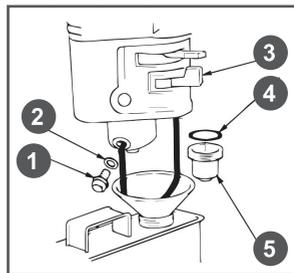

Рис. 31 Обслуживание фильтра-отстойника
1. Установите рычаг топливного крана 3 (Рис. 31) в положение «ЗАКРЫТО».
3. Открутите болт 1 сливного отверстия и слейте топливо из поплавковой камеры карбюратора (Рис. 31).
- Открутите стакан отстойника 5, вылейте из него топливо в заранее подготовленную емкость (Рис. 31).
1. Слейте топливо из топливного бака и карбюратора (Рис. 31).